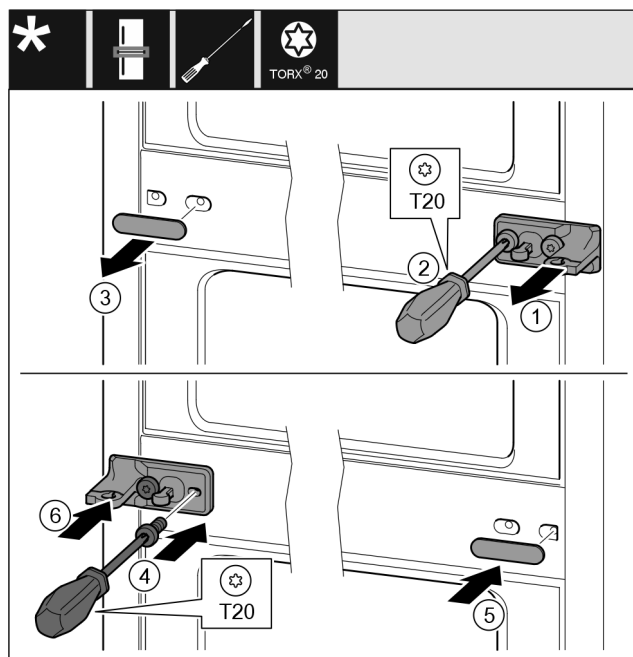

Fig. 12
- ▶ Αφαιρέστε τη ροδέλα Fig. 12 (1).
- ▶ Ξεβιδώστε τις βίδες Fig. 12 (2) με κατσαβίδι.
- ▶ Τραβήξτε προσεκτικά το κάλυμμα Fig. 12 (3).
- ▶ Βιδώστε το στήριγμα με τη μεμβράνη Fig. 12 (4) περιστρέφοντας το 180° στην άλλη πλευρά.
- ▶ Εφαρμόστε το κάλυμμα Fig. 12 (5) περιστρέφοντας το κατά 180° στην άλλη πλευρά.
- ▶ Περάστε τη ροδέλα Fig. 12 (6) από μπροστά.